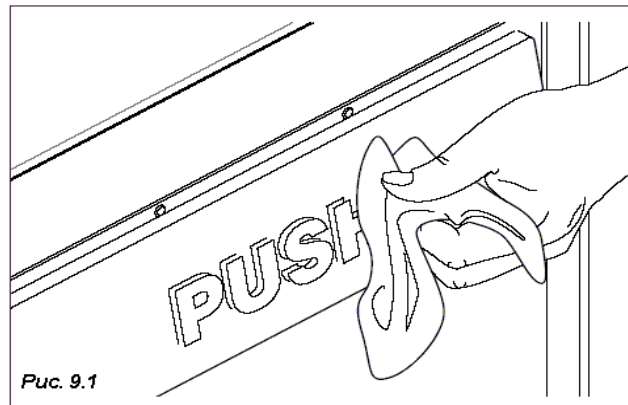

Рис. 9.1
- Очистите все видимые участки в раздаточных зонах (Рис. 9.1).